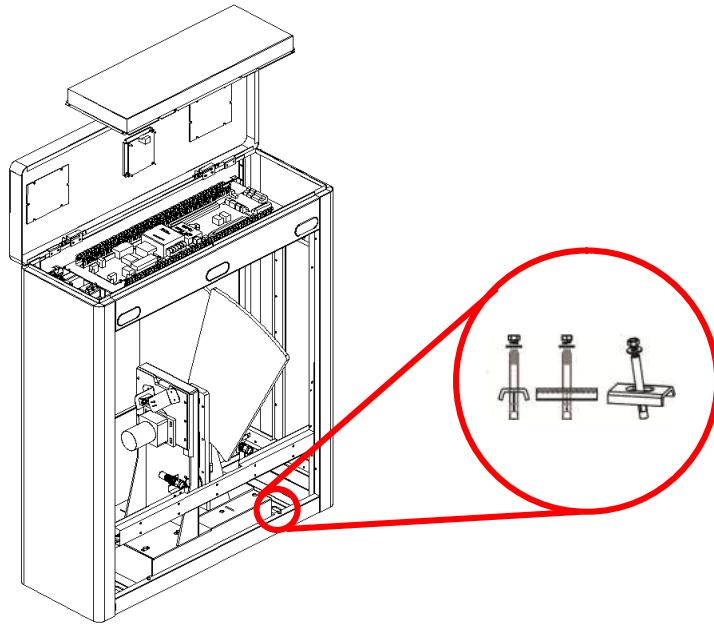

图 3-3
- ⑤ 在膨胀螺钉外壁及螺牙处涂抹螺丝固定胶，植入膨胀螺钉，然后根据记号放置主机和从机，使用水平尺测定水平，如安装底板不平，请使用垫片调节平整。
**注意：**若产品用于户外，应注意防潮，建议搭建雨棚等防雨装置；必须完整地植入 4 颗膨胀螺钉，以 FBL1000 为例，如图 3-3 所示。